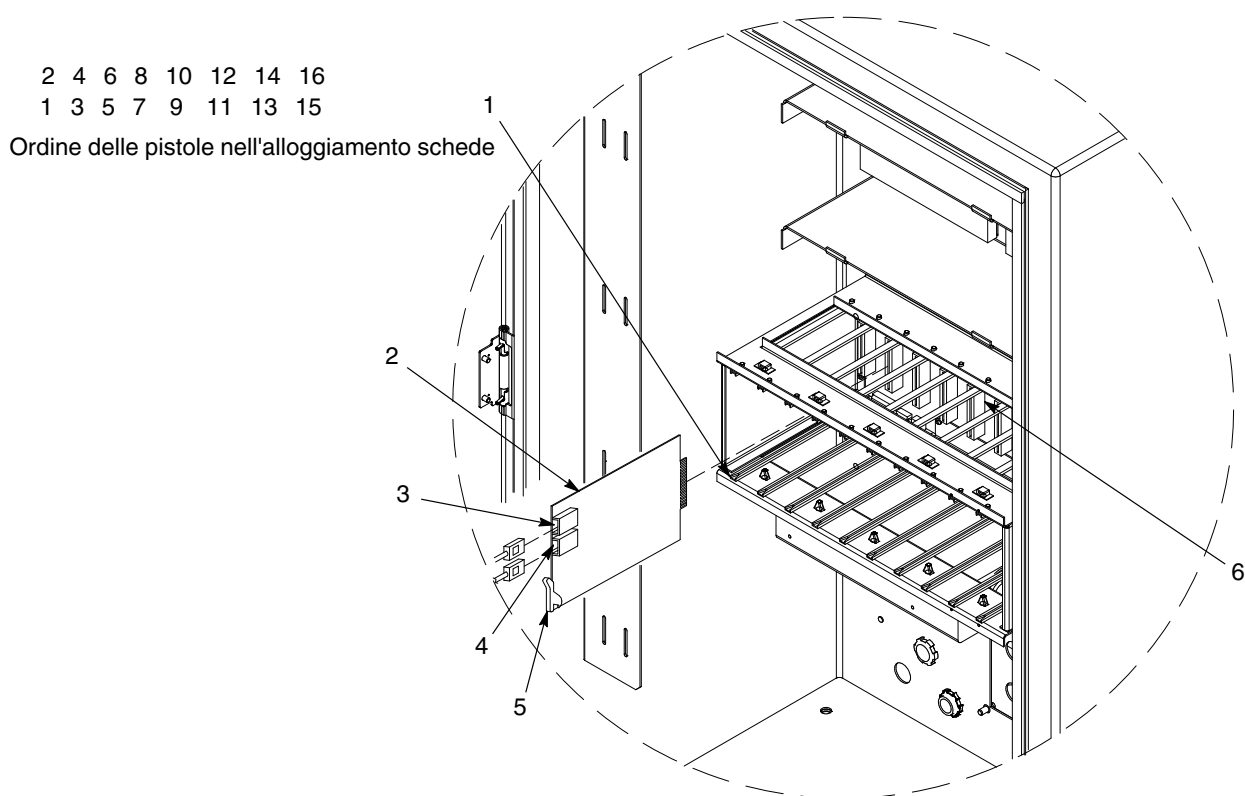

Figura 5-2 Sostituzione scheda controllo pistola
Vedi figura 5-2. Le schede controllo pistola (2) sono inserite nel contenitore schede da sinistra a destra. Ciascuna scheda controlla due pistole: la presa inferiore è il numero dispari pistola, la presa superiore è il numero pari pistola.